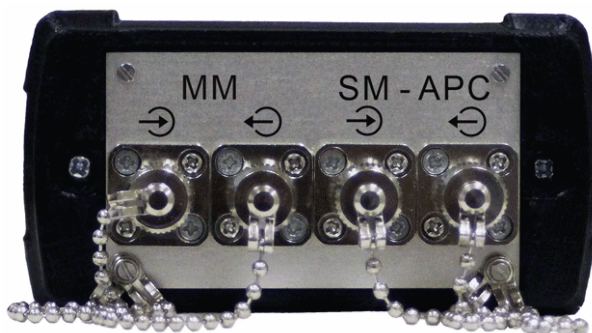

Рис. 5 Обозначение оптических разъемов.
На рис.2 и рис.5 показаны оптические разъемы аттенюатора, которые используются для подключения прибора к опто-волоконной линии. Пара разъемов с обозначением «ММ» используется для подключения к многомодовым линиям, а пара разъемов с обозначением «SM» - для подключения к одномодовым линиям. В зависимости от используемой модели аттенюатора на этой панели могут быть установлены либо только два, либо все четыре оптических разъема.
В стандартном исполнении аттенюатора для одномодовых (SM) линий внутри прибора установлены оптические коннекторы типа FC/APC. Соответствующее обозначение должно находиться вблизи этой пары оптических разъемов (см. рис.5).